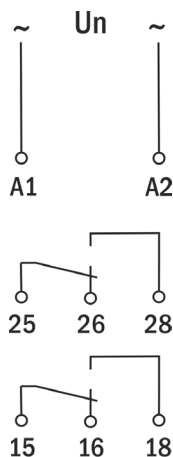

Рисунок 2 – Схема подключения
2. Подключите реле времени согласно схеме подключения (рис.2). Схема подключения к двигателю представлена на рисунке 3.